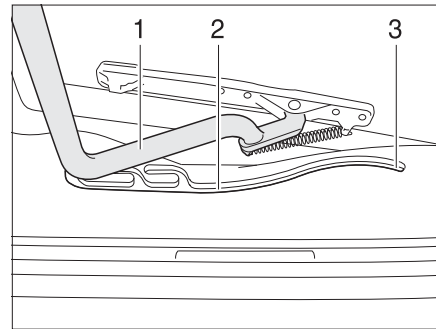

Bild 84 Heki-taklucka, spår
- Dra in bygel (Bild 84,1) i spåret (Bild 84,2) till den bakersta positionen (Bild 84,3).
- Tryck bygel (Bild 84,1) lätt uppåt med båda händerna.
- Drag bygel till önskad position i spåret (Bild 84,2).